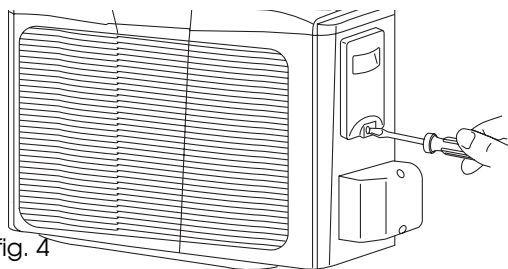

fig. 4
- 2) Verwijder de bescherming van de elektrische aansluiting, gesitueerd op de externe eenheid, door de betreffende schroef los te draaien. (Fig. 4)